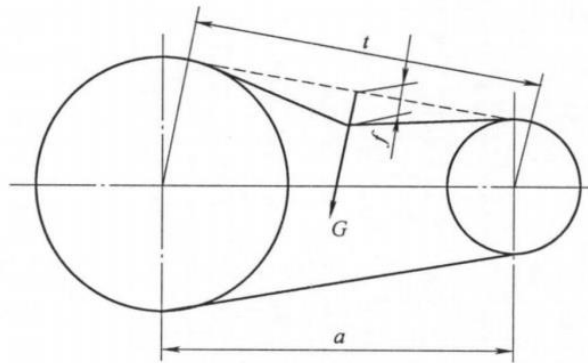

图 12-11 同步带安装挠度
- 步骤7. 调整同步带至合适的张紧力（如图 12-11）；同步带频率 96-100 Hz，亦可采用压力法测量，压力 G=1.7 N，变形 f=3.2 mm。
步骤7. 调整同步带至合适的张紧力（如图 12-11）；同步带频率 101-106 Hz，亦可采用压力法测量，压力 $G=0.9\text{ N}$ ，变形 $f=2.2\text{ mm}$ 。